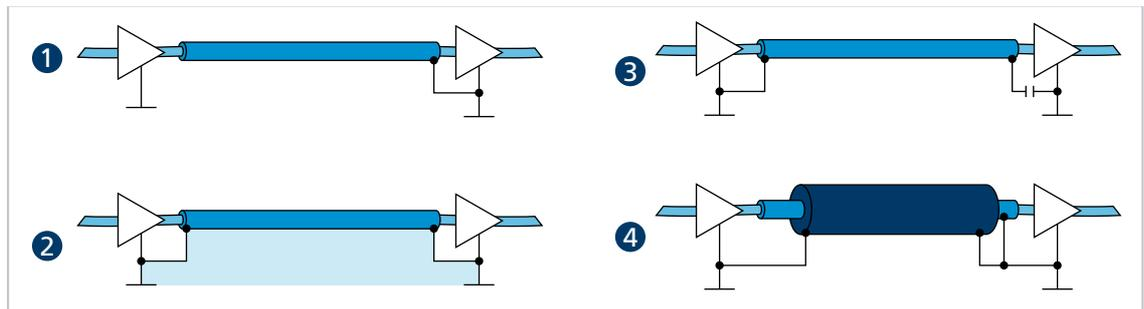

Abb. 29: Verschiedene Möglichkeiten der Schirmanbindung
- ▶ Die Motorphasen in einem Schirm, getrennt von den Sensor- oder Encodersignalen, führen und mindestens motorseitig auflegen (siehe 1 bzw. 2 in Abb. 29).
Optional können die Sensorsignale mit den Motorphasen in einem gemeinsamen Kabel/Isolationsschlauch unter Verwendung eines weiteren Außenschirmgeflechts geführt werden. Dieses Außenschirmgeflecht muss beidseitig aufgelegt werden (z. B. 4 in Abb. 29). Eine Lösung wie 2 in Abb. 29 ist für diese Konfiguration nicht in jedem Fall funktionsfähig. Falls dies durch Erdversatz nicht möglich ist, die HF-Verbindung über speziell geeignete Kondensatoren (z. B. Safety-Kondensatoren wie Y1/Y2/X1/X2, siehe 3 in Abb. 29) herstellen. Dabei den Schirm außer an Motoranschluss- und Controllerseite nicht mehrfach auflegen.